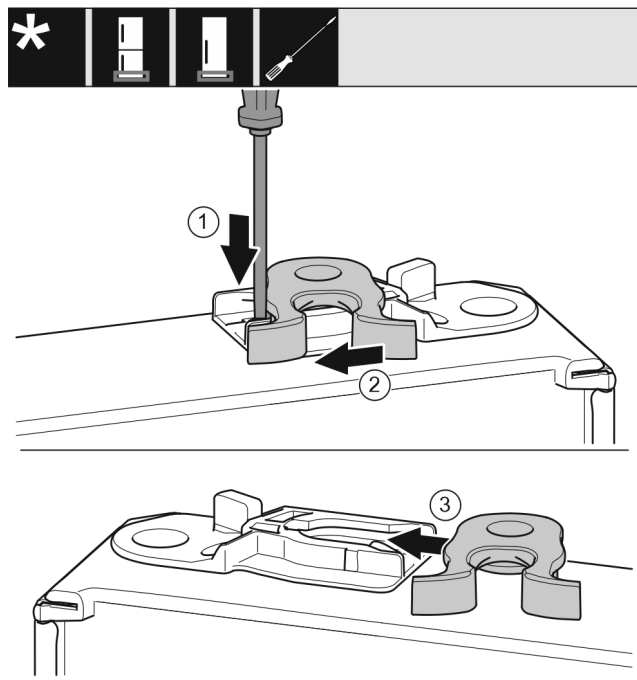

Fig. 18
- Premere la linguetta verso il basso con un cacciavite a testa a intaglio. Fig. 18 (1)
- Estrarre il gancio di chiusura dalla guida. Fig. 18 (2)
- Spingere il gancio di chiusura sull'altro lato nella guida. Fig. 18 (3)